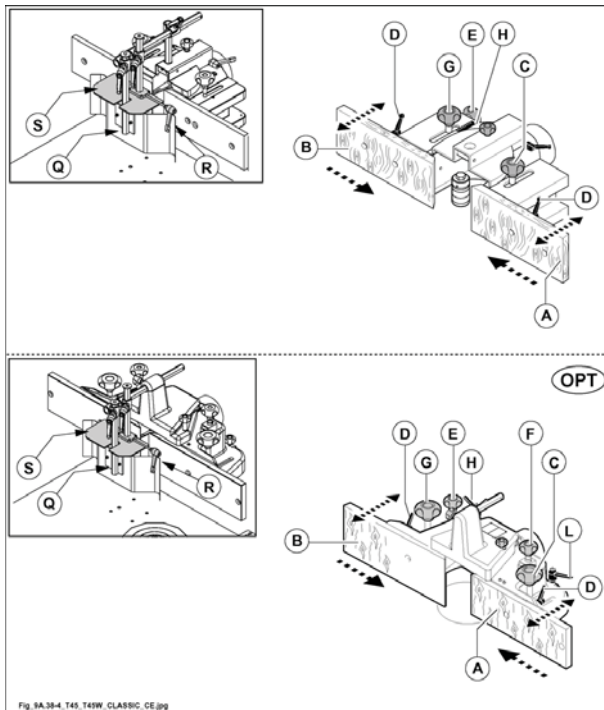

Fig. 9.38-4
- A regolazione eseguita serrare i pomelli C e G e la leva L (fig. 9.38-4).
- **Prima di iniziare la lavorazione, regolare le protezioni (Q - R - S fig. 9.38-4) in modo da proteggere al massimo l'operatore da eventuali elezioni di scaglie o parti di utensile.**
Regolazione contemporanea delle guide A e B (fig. 9.38-4).
- Registrare la guida (A fig. 9.38-4) tramite pomello (E fig. 9.38-4) previo allentamento del pomello (C fig. 9.38-4).
- Registrare la guida (B fig. 9.38-4) tramite pomello (E fig. 9.38-4) previo allentamento del pomello (G fig. 9.38-4).
- Le semiguide (A e B fig. 9.38-4) devono essere il più vicino possibile all'utensile (circa 2-3 mm). Per effettuare questa regolazione agire sulle maniglie (D fig. 9.38-4) poste dietro alle rispettive semiguide.
Leggere lo scostamento fra le due tavolette sull'indice (H fig. 9.38-4). Quando l'indice è posizionato sullo "0" le guide sono allineate fra di loro.
- A regolazione eseguita serrare i pomelli C e G (fig. 9.38-4).
- Accertarsi che la leva H e il pomello E siano bloccati (fig. 9.38-4).
- Allentare i pomelli G e C e la leva L (fig. 9.38-4).
- Registrare le guide tramite il pomello F (fig. 9.38-4).
Il valore visualizzato sull'indicatore (U fig. 9.38-4) corrisponde alla distanza dal centro dell'albero toupie alla tavoletta (B fig. 9.38-4). Se l'utensile è a filo della tavoletta (B fig. 9.38-4) questa misura coincide col suo raggio.